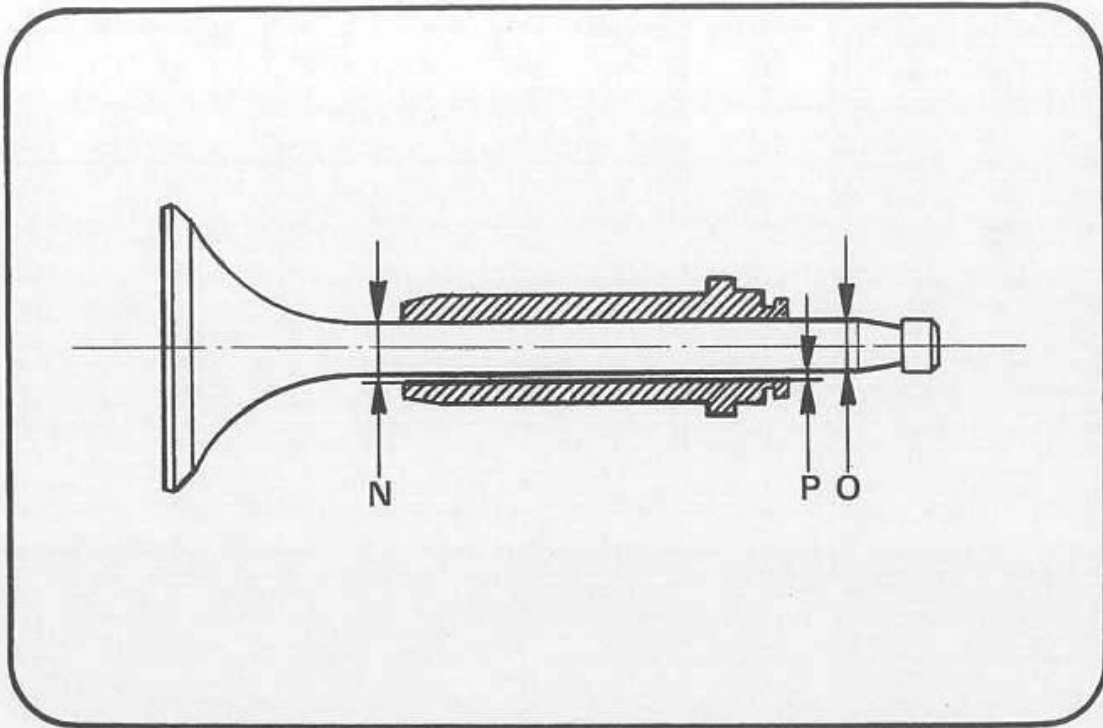

Fig. 60
**Guidavalvole** (vedi fig. 60 e tab. 9).
**Valvole** (vedi fig. 60 e tab. 9).
**Valve guides** (see fig. 60 and table 9).
**Valves** (see fig. 60 and table 9).